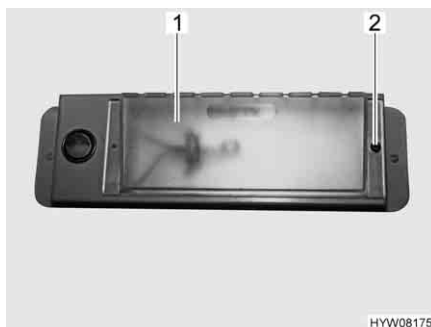

Fig. 124 Lampada del garage
- Svitare la vite di fissaggio (Fig. 124,2).
- Spostare e rimuovere la copertura (Fig. 124,1).